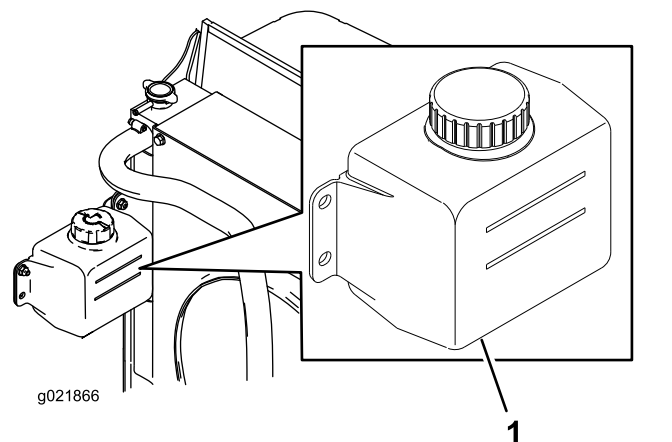

Рисунок 29
1. Проверьте уровень охлаждающей жидкости в расширительном бачке (Рисунок 29).